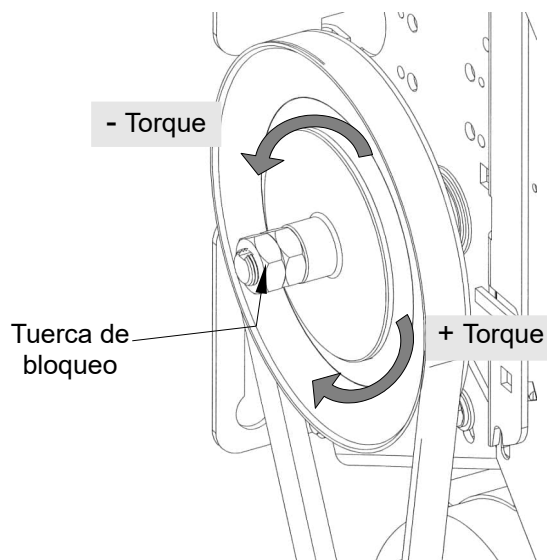

Figura 43 - Ajuste del embrague
1. Abrir las tuercas con (2) llaves 15/16" (ver la Figura 43).